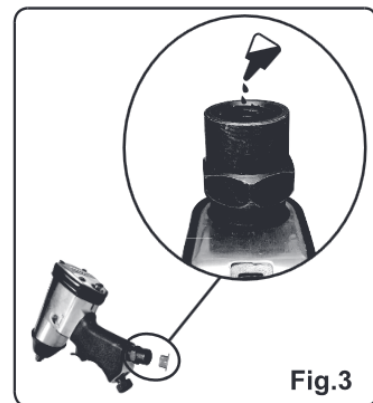

Fig.3
- Tout l'air comprimé contient de l'humidité et d'autres contaminants qui peuvent endommager les composants internes de l'outil. Un filtre à air en élimine la plupart et prolonge considérablement la durée de vie de l'outil. Assurez-vous que le graisseur de la ligne a suffisamment d'huile. Si un graisseur n'est pas disponible, ajoutez 2 gouttes d'huile à l'entrée d'air de l'outil au début de chaque journée de travail. Toute quantité supérieure sera de toute façon expulsée de la vidange de l'outil pendant l'utilisation (Fig. 3).